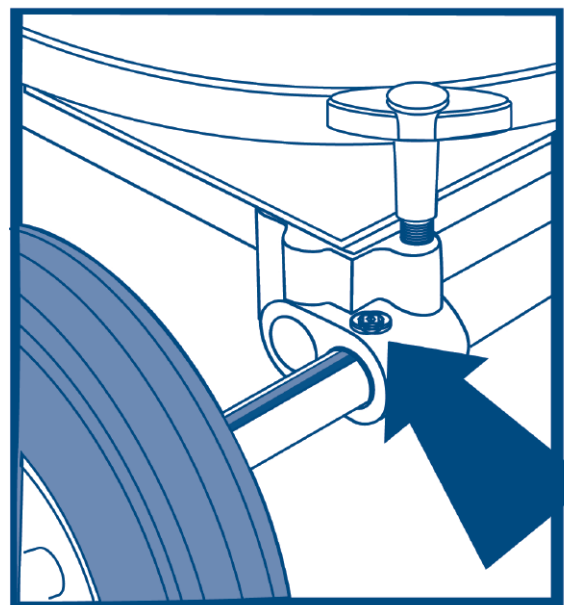

Figure 2
- que les butées de fin de course des roues avant sont en place avant de prolonger l'empattement (fig. 2);